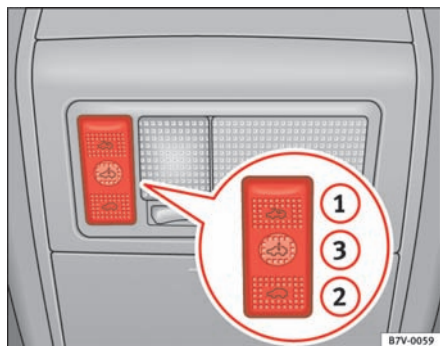

Fig. 67 Loftbeklædning: kontakt til skyde-/vippetag
- Tryk på overfladen ⇒ fig. 67 ①.
Hvis skyde-/vippetaget er blevet åbnet igen på grund af kraftbegrænsningen, kan du kun lukke det igen, hvis du trykker på kontakten ⇒ side 101, fig. 67 ③, indtil skyde-/vippetaget er helt lukket. **I dette tilfælde lukker skyde-/vippetaget uden kraftbegrænsning.**